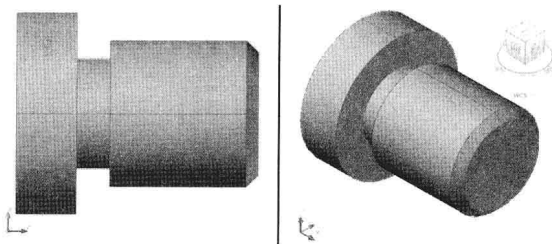

图 9-2-5
(7) 在界面顶部快速访问工具栏中单击“放弃”按钮，取消圆角效果。
(8) 在“修改”面板中单击“倒角”按钮，命令行提示“(修剪模式) 当前倒角距离 1 = 0.0000，距离 2 = 0.0000 选择第一条直线或 [放弃(U)/ 多段线(P)/ 距离(D)/ 角度(A)/ 修剪(T)/ 方式(E)/ 多个(M)]”，单击实体一端面圆周线。
(9) 命令行提示“输入曲面选择选项 [下一个(N)/ 当前(OK)] <当前(OK)>”，按 Enter 键。命令行提示“指定基面的倒角距离”，输入“5”，按 Enter 键。命令行提示“指定其他曲面的倒角距离 <5.0000>”，按 Enter 键。
(10) 命令行提示“选择边或 [环(L)]”，单击端面周线，按 Enter 键，倒角效果如图 9-2-5 所示。